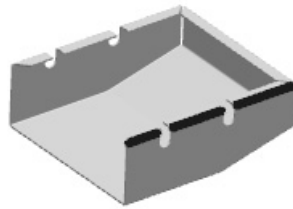

图 7.36 重新折弯特征 2
Step19. 参照 Step18 创建图 7.36 所示的重新折弯特征 2。